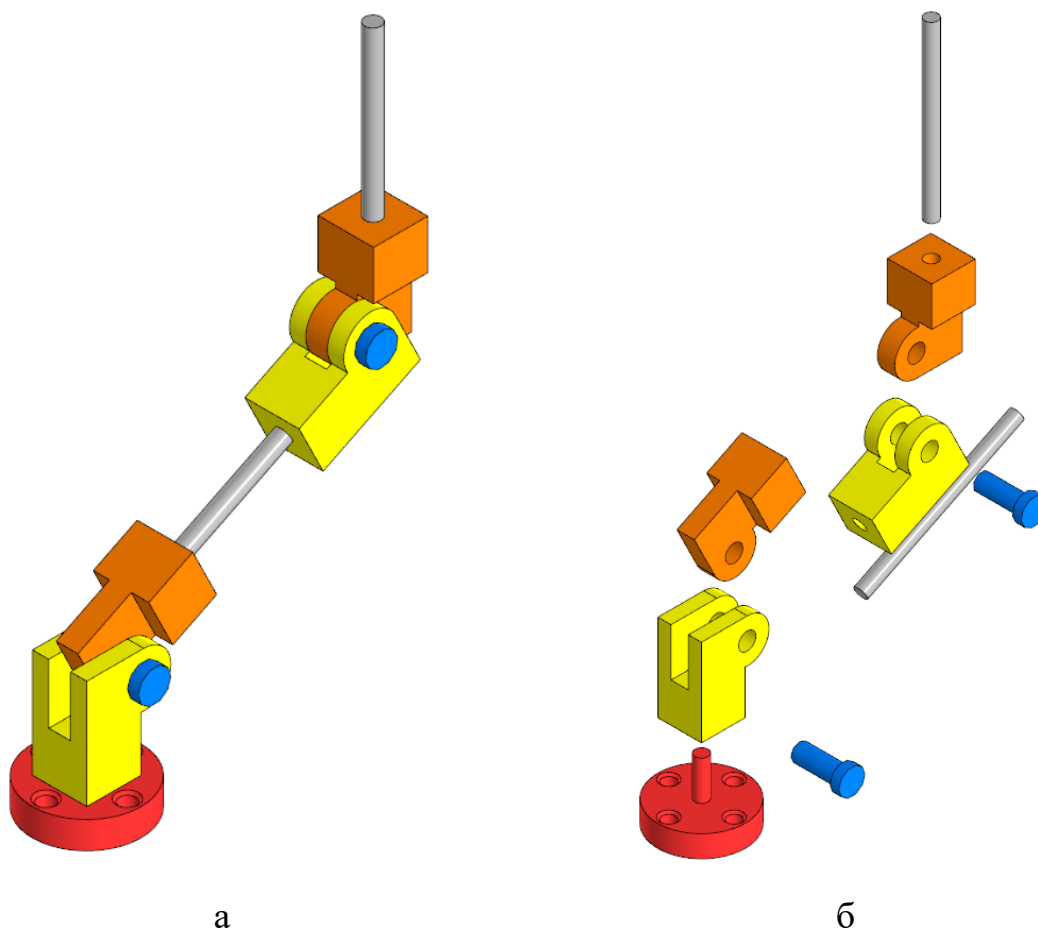

Рис. 1. «Манипулятор (два звена)»
**Образец:** «Манипулятор (два звена)» (см. рис. 1 а, б).
- разработайте самостоятельно сборно-разборную модель манипулятора, состоящего из двух звеньев (см. рис. 1 а, б);